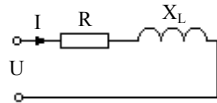

Рис. 8.1
**1. Исходные данные.** К источнику переменного тока с напряжением  $U$  подключена катушка с активным сопротивлением  $R$  и индуктивным  $X_L$  (рис. 8.1, табл. 8.1).